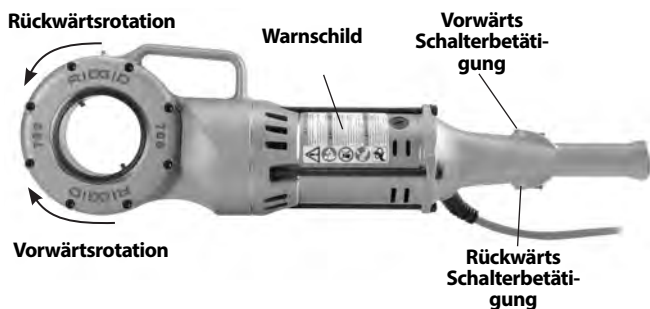

Abbildung 3 – Schalterposition für Rotationsrichtung
- Vorhandensein und Lesbarkeit der Warnaufkleber (Abbildung 3).
- Betätigen Sie den Schalter für VORWÄRTS-Rotation und lassen Sie ihn wieder los, wiederholen sie dies für RÜCKWÄRTS-Rotation, wie in *Abbildung 3* gezeigt. Vergewissern Sie sich, dass der Kraftantrieb rotiert, wie in *Abbildung 3* gezeigt und dass der Maschinenbetrieb sich mit dem Schalter steuern lässt.
4. Betätigen Sie den Schalter (siehe *Abbildung 3*) und drücken Sie gleichzeitig mit dem Handballen der freien Hand gegen die Schneidkopfabdeckplatte, um mit dem Schneiden des Gewindes zu beginnen (*Abbildung 8*). Tragen Sie, während Sie auf die Abdeckplatte drücken, keine Handschuhe und keinen Schmuck, verwenden Sie keinen Lappen – dies erhöht die Gefahr von Verfangen und Verletzungen. Sobald die Schneidbacken das Rohr erfassen, wird das Gewinde geschnitten, da die Schneidbacken sich selbst auf das Rohrende ziehen.